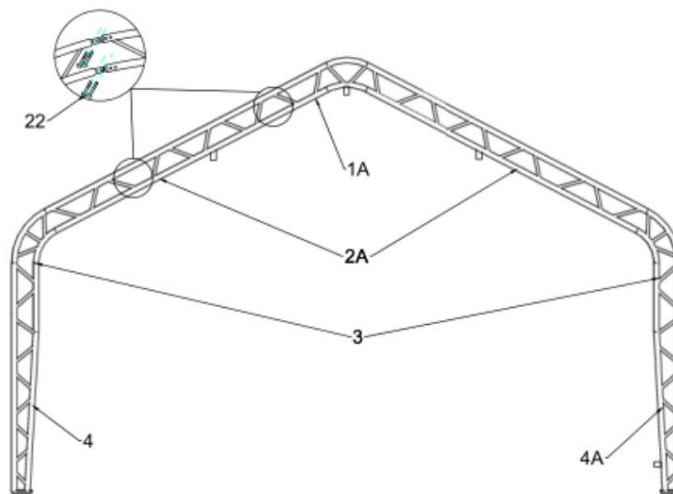
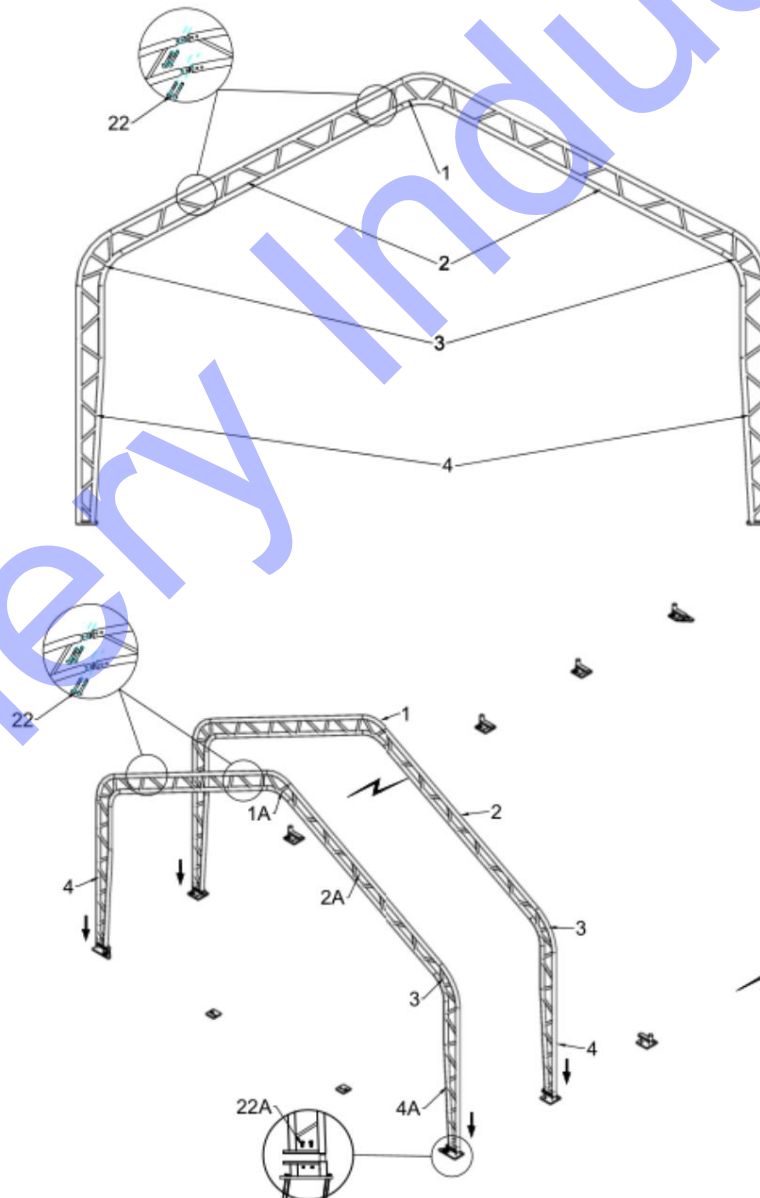
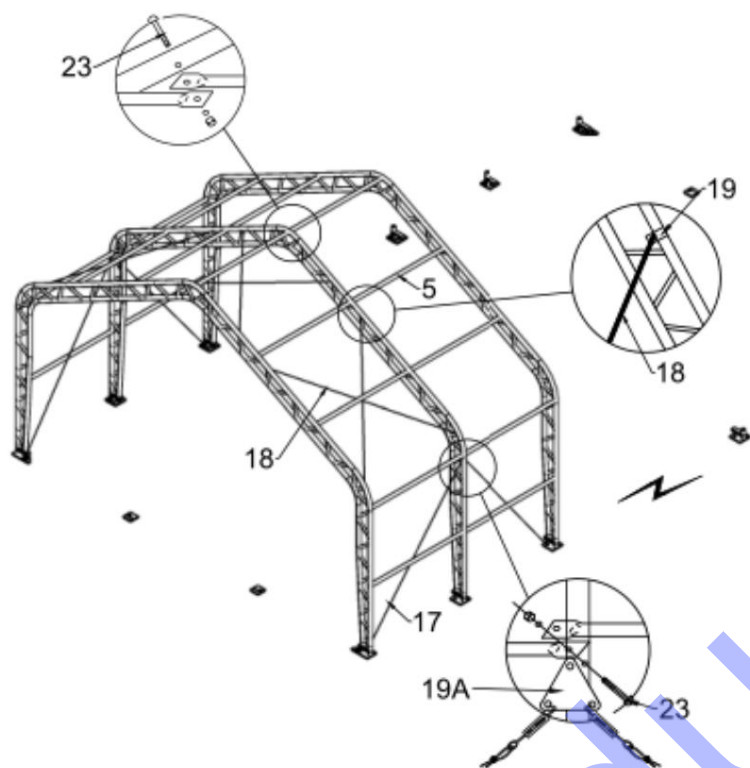

Figure 3
Figure 4
Figure 5
1. La figure 3 montre comment connecter le tube plié de toit pour la porte avant et arrière (n° 1A), le tube plié de paroi latérale pour la porte avant et arrière (n° 2A), le tube plié d'épaule (n° 3), le pied debout (n° 4) et le pied debout pour la porte avant (n° 4A) avec un boulon de carrosserie 8x70 (n° 22), puis placez l'arche dans le tube de la bride de base à l'aide d'un palan (voir la figure 4).
1. La figure 4 montre comment connecter le tube plié du toit (n° 1), le tube plié du mur latéral (n° 2), le tube plié de l'épaule (n° 3) et le pied debout (n° 4) avec le boulon de carrosserie 8x70 (n° 22), puis placer l'arche dans le tube de la bride de base à l'aide d'un palan et assembler chaque groupe d'arches à tour de rôle (voir la figure 5).
2. Connectez la panne (n° 5) à l'arche en utilisant un boulon de carrosserie 10x80 mm (n° 23) à tour de rôle (voir figure 5), puis connectez le Fil d'acier (n° 17 et n° 18) sur le dessus et le côté à l'aide du clip (n° 19) (voir figure 5).